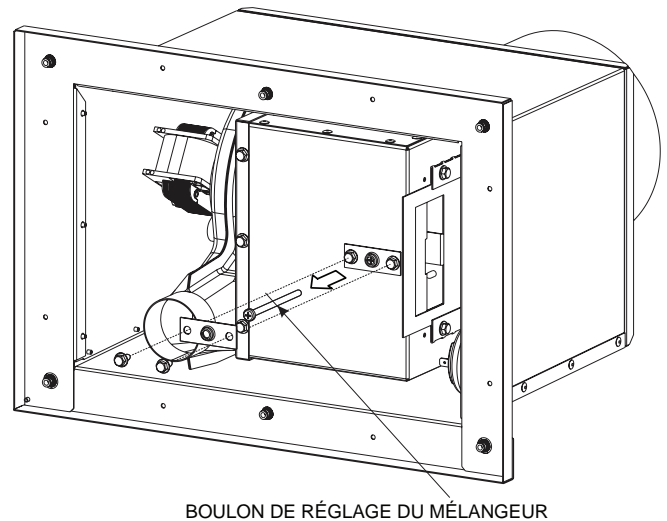

Figure 27
- Retirer les 2 vis n° 10 X 1/2 po de fixation de la plaquette de retenue de boulon sur la boîte à fumée, puis retirer le boulon de réglage du mélangeur comme à la **Figure 27**.